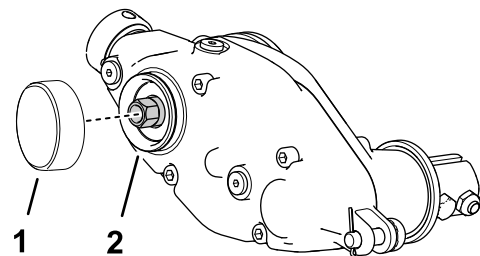

图 9
1. 在卡环槽周围和外直径表面涂抹中等强度的圆柱固持胶如 Green Loctite 609®图 9。
2. 如图 9 所示安装盖子。